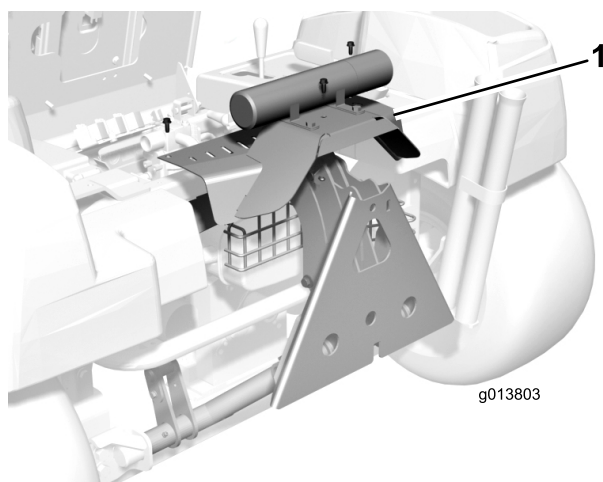

Figura 1
4. Retire os (3) parafusos que fixam o conjunto da cobertura traseira à estrutura (Figura 1). Retire a cobertura.